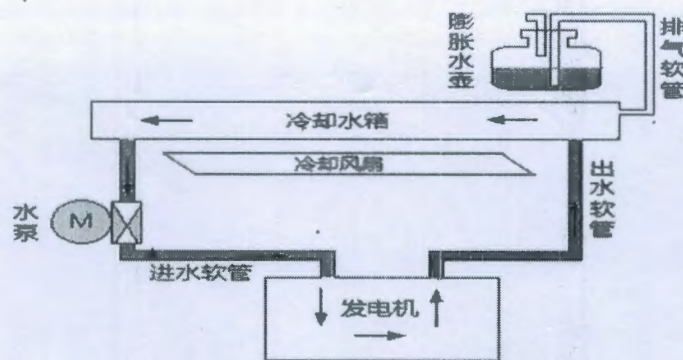

图 6：发电机独立水路安装示意图
- ◇ 车载使用时发电机的散热水路可以直接串联进驱动电机的散热水路中，在使用独立的发电机散热水路时，可以选择推荐的散热器水箱及电子风扇总成、膨胀水壶、电子水泵等。发电机散热水路安装如图 6 示：